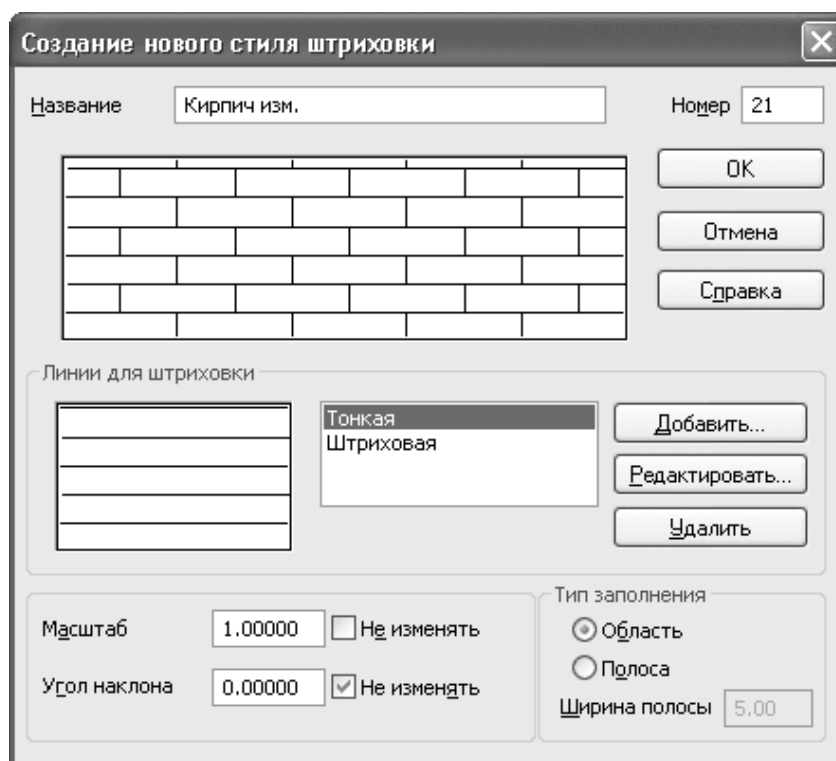

Рис. 2.26. Создание нового стиля штриховки на основе уже существующего
3. Выберите любой стиль и щелкните на кнопке Новый. Откроется окно Создание нового стиля штриховки (рис. 2.26), в котором можно настроить или изменить выбранный стиль.